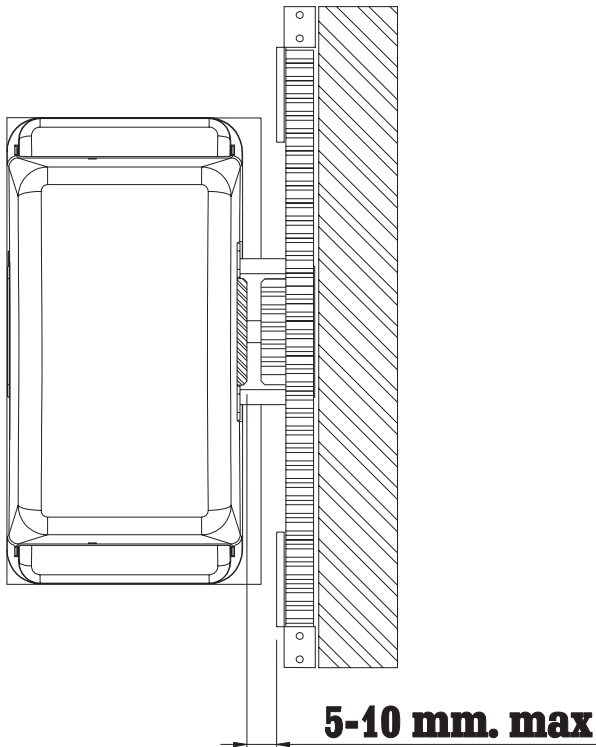

Fig. 11 - Abb. 11
- Nel FCEVO fare attenzione che ciascuna staffa con i magneti sia sufficientemente vicina a finecorsa elettronico in modo da garantire lo stop del motore. **La distanza da tenere tra magnete ed FCEVO deve essere compresa fra i 5 e i 10 mm. (vedi fig 11)**
- Dans le FCEVO, faire attention que chaque patte de support des aimants se trouve suffisamment près du fin de course électronique de manière à garantir l'arrêt du moteur. **La distance à maintenir entre l'aimant et le FCEVO doit être comprise entre 5 et 10 mm. (voir fig. 11)**